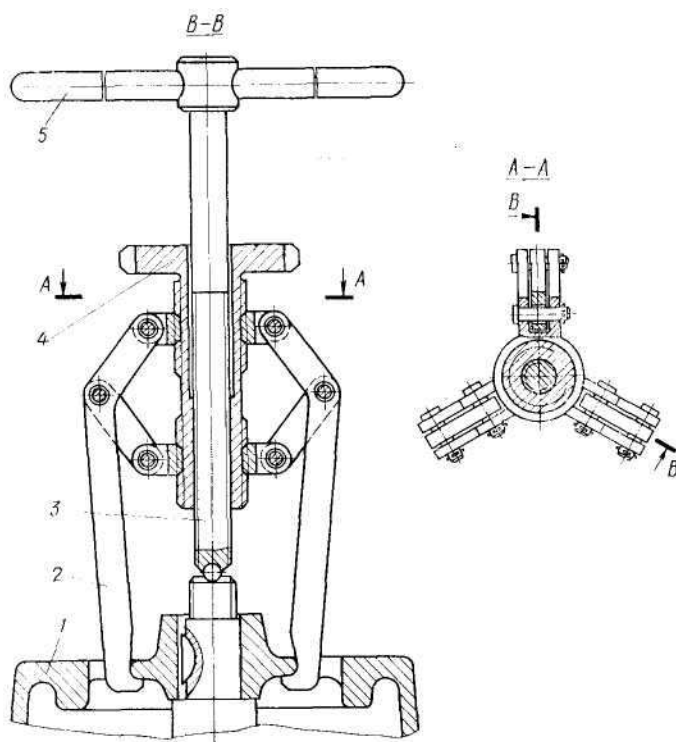

Рис. 97. Съёмник рабочего колеса вентилятора:
- отвинтите гайки 7 (рис. 29) крепления шкива и колеса вентилятора, снимите половинки шкива 3 и 4 с регулировочными шайбами 5 и с помощью съёмника (рис. 97) — ступицу шкива и колесо вентилятора;